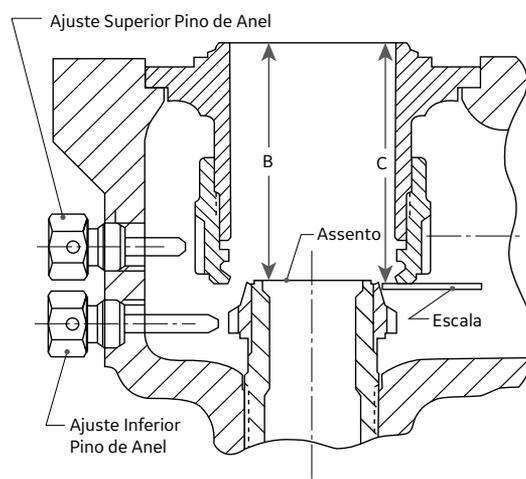

Figura 14: Guia - Conjunto da Sede da Bucha
- Meça a partir do topo da guia até à sede da bucha (Dimensão B, Figura 14) com um micrômetro de profundidade ou outro dispositivo de medição apropriado. **Registre a Dimensão B.** Coloque uma escala ou outra superfície de metal fina contra a face inferior do anel de ajuste superior e meça a partir do topo da guia até à face do anel de ajuste superior (Dimensão C, Figura 14). **Registre a Dimensão C.**